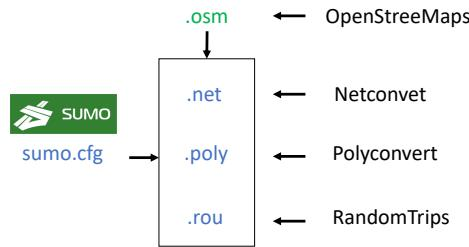

Figure 1.3: Archivos de simulación de SUMO.
Finalmente, un escenario de simulación en SUMO se compone por los menos de tres archivos (ver Fig. 1.3). La extensión de los archivo es .xml. Note que el archivo *.poly* es opcional.
Veamos una descripción de los archivos presentados en la Fig. 1.3:
A continuación se describen los pasos para generar los archivos necesarios (ver Fig. 1.3) para correr una simulación:
2. El primer archivo a generar es el mapa (ver .osm en Fig.1.3). SUMO soporta diferentes formatos, vamos a exportar un mapa descargado de OpenStreetMaps (OSM), <https://www.openstreetmap.org/>. Seleccione una sección pequeña de su ciudad y haga clic en "Exportar" y luego seleccione la opción "Seleccionar manualmente un área diferente", ver Fig. 1.4.
3. Vamos a generar el siguiente archivo que corresponde a la red de carreteras (.net) (ver Fig. 1.3). Para esto, usamos la herramienta *netconvert*:
4. Ahora generamos el archivo de los polígonos (ver Fig. 1.3). Invocamos la herramienta *polyconvert*:
6. Finalmente, necesitamos el archivo de configuración de sumo (ver Fig. 1.3). Este archivo contiene a todos los archivos necesarios para la simulación (.net, .poly y .rou).